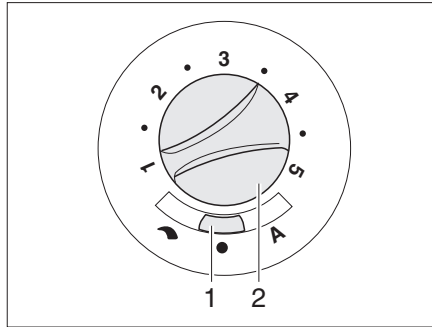

Fig. 109 Commutateur de commande du ventilateur à air pulsé (12 V)
- Régler l'interrupteur à curseur (Fig. 109,1) sur "↷" (réglage manuel) ou "A" (mode automatique).
- Si l'interrupteur à curseur est réglé sur (Fig. 109,1) "↷" (réglage manuel) : Régler la puissance désirée du ventilateur à air pulsé à l'aide du bouton de commande (Fig. 109,2).
- Régler l'interrupteur à curseur (Fig. 109,1) sur "●" (arrêt). Lorsque le chauffage est en marche, cet interrupteur est à l'arrêt.